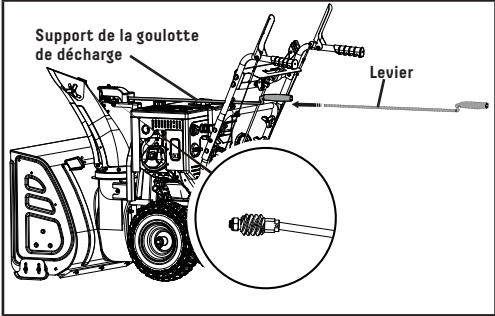

Figure 8A
2. Insérez le levier dans le support de la goulotte de décharge sur la poignée inférieure, puis dans le trou de l'engrenage (figure 8A).